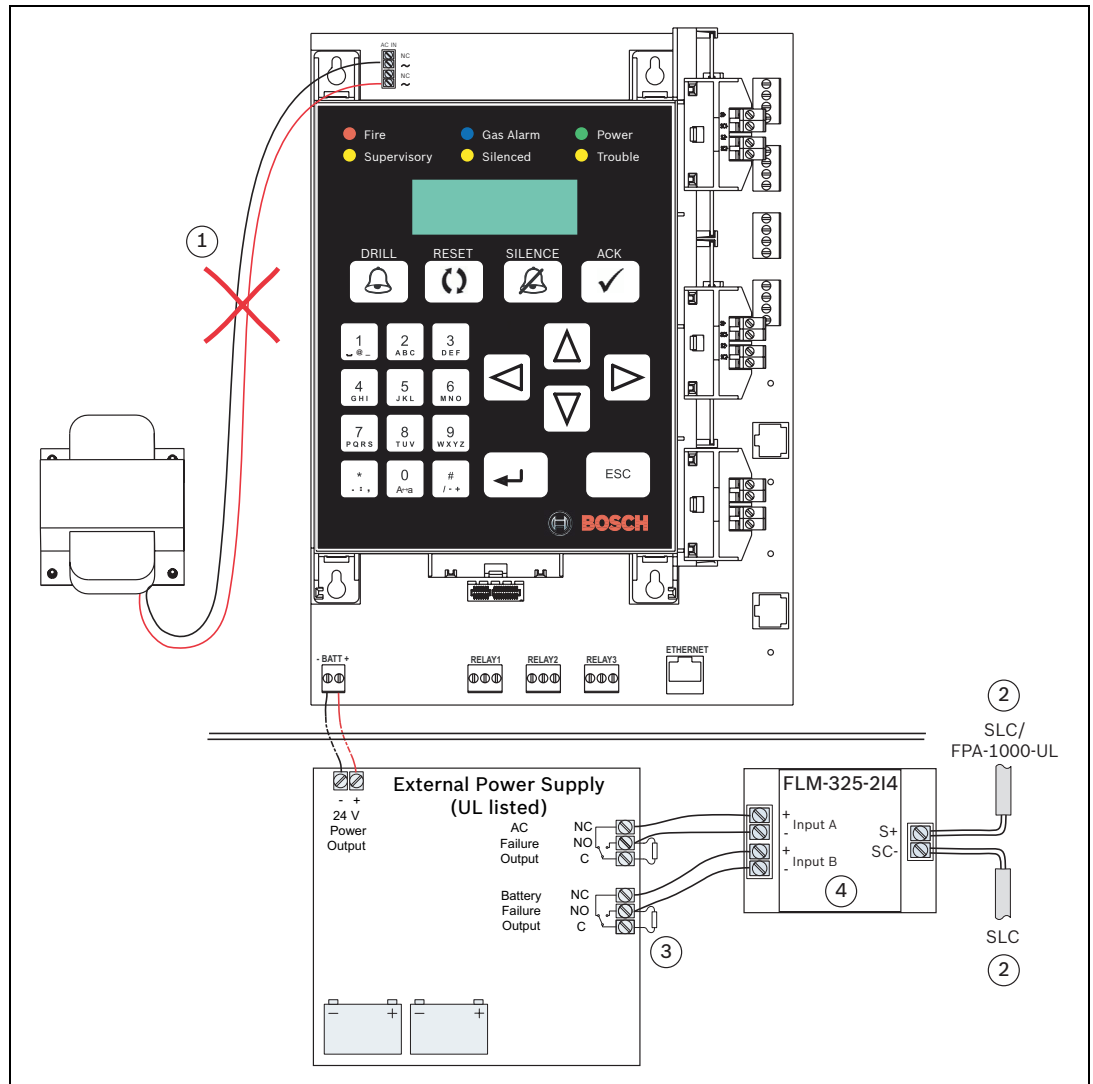

Figura 4.34 Conectando uma Fonte de Alimentação Externa e um Monitor de Dupla Entrada FLM-325-214
1. Desconecte o transformador dos terminais de CA (consulte a *Figura 4.34*, Item 1).
2. Conecte os terminais S+/SC- do Monitor de Dupla Entrada FLM-325-214 ao SLC: Conecte um dos lados ao dispositivo seguinte no SLC ou, um lado ao Módulo Plug-in FPE-1000-SLC do FPA-1000-UL e o outro lado ao dispositivo seguinte no SLC (consulte a *Figura 4.34*, Item 2).
3. Instale um dispositivo EOL Certificado pela UL (Hochiki P/N 0400-01000, 22 kΩ) entre os terminais NA e NF da saída de falha CA e saída de falha da bateria da Fonte de Alimentação Externa (consulte a *Figura 4.34*, Item 3).
4. Observe as regras de programação do FLM-325-214 (consulte a *Figura 4.34*, Item 4):